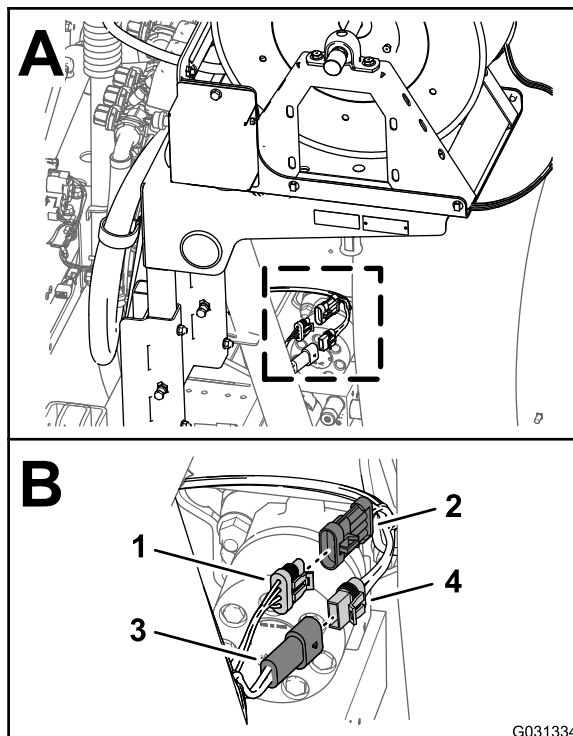

Figure 10
1. À l'arrière de la machine, localisez le faisceau de câblage du kit dévidoir électrique situé à l'arrière de la cuve du pulvérisateur (Figure 10).
2. Débranchez le connecteur à 2 douilles du faisceau associé au dévidoir électrique du connecteur à 2 broches du faisceau principal arrière (Figure 10).
3. Débranchez le connecteur à 3 broches du faisceau associé au dévidoir électrique du connecteur à 3 douilles du faisceau principal arrière (Figure 10).